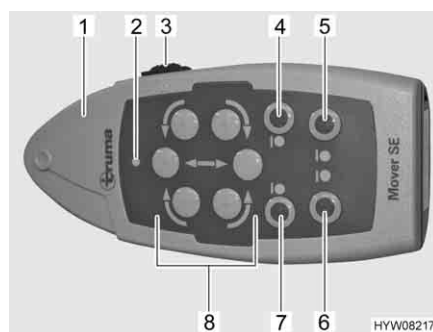

Bild 7 Fjärrstyrning
- Ställ skjutreglaget (Bild 7,3) på fjärrkontrollen (Bild 7,1) på "PÅ" (I). När den gröna lysdioden (Bild 7,2) lyser är manövreringssystemet driftklart.
- Sväng in drivrullarna mot däcken på båda sidorna. Tryck då på knapparna "sväng in" (Bild 7,4 och 7).
- Flytta fordonet till önskat ställe med hjälp av riktningsknapparna (Bild 7,8).
- Sväng bort drivrullarna från däcken på båda sidorna. Tryck då på knapparna "sväng ut" (Bild 7,5 och 6).
- Ställ skjutreglaget (Bild 7,3) på fjärrkontrollen på "AV" (0).